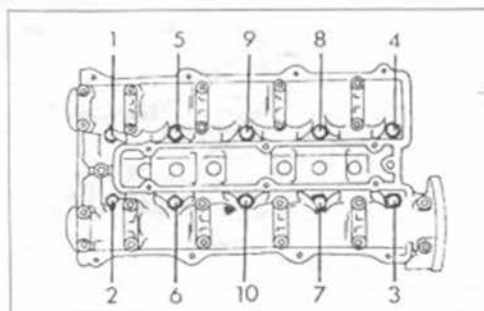

Рис. 33.
• Гидравлические толкатели (5) вынуть и разложить в последовательности сборки.
• Пользуясь рис. 33, освободить болты головки блока цилиндров в указанном порядке в несколько приемов. В случае, если головка блока цилиндров не вынимается, можно вставить отвертку между выступом на головке и блоком цилиндров и надавить на головку. Ни в коем случае не пытайтесь вставить отвертку между уплотняющими поверхностями, чтобы нажать на головку.